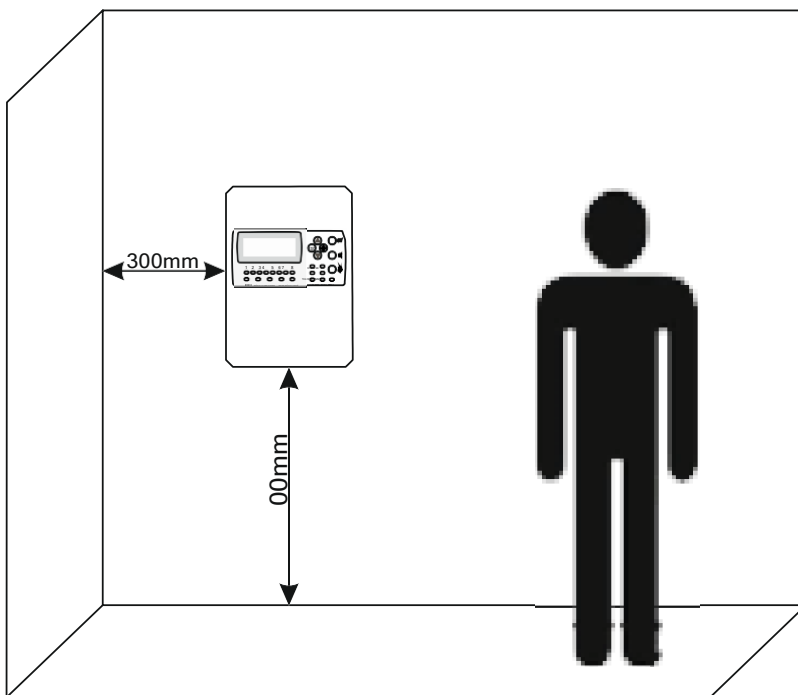

Fig. 1
- Choisissez l'emplacement le plus approprié pour le panneau d'alarme incendie dans le local (Fig. 1), loin des appareils de chauffage, des points d'accumulation de poussière ou d'accès à l'eau ; température ambiante entre -5°C et +40°C. Attention : la centrale d'alarme incendie n'est pas étanche !